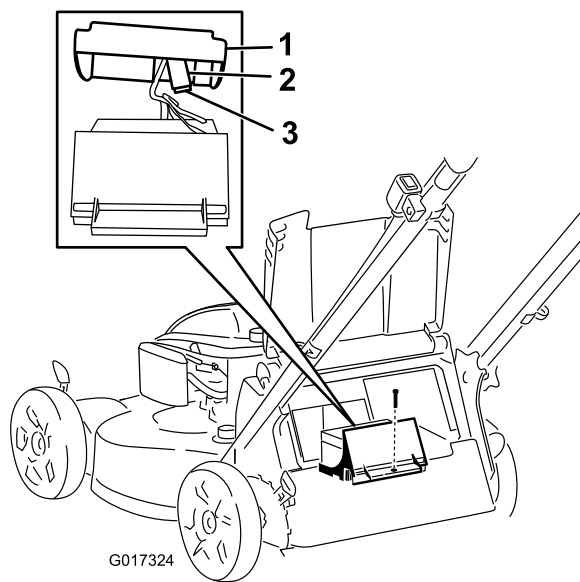

Figura 27
3. Retire el tornillo que sujeta el compartimento de la batería, tire de la batería hacia fuera y localice el fusible (Figura 27).
4. Cambie el fusible del portafusibles (Figura 27).